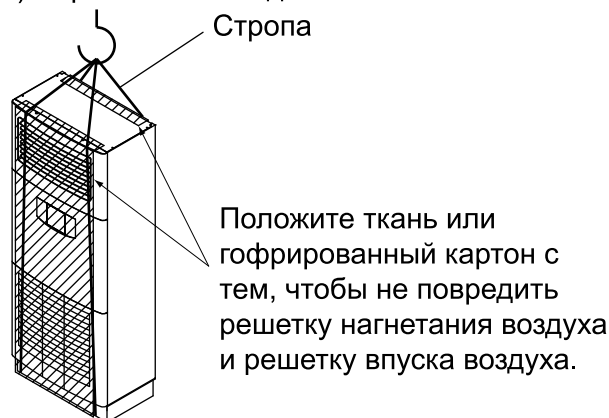

Рис. 1
- Для подвешивания блока используйте мягкие стропы (из ткани, нейлона и т.д.), как показано ниже. (См. Рис. 1)
(1) Горизонтальное подвешивание
(2) Вертикальное подвешивание